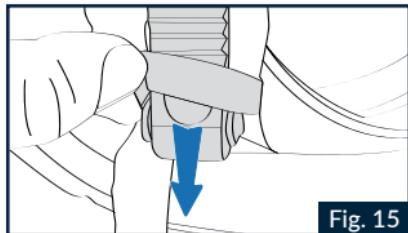

Fig. 15
1.1 Desabroche la correa de sujeción (consulte las instrucciones correspondientes) y saque la cinta de la correa de sujeción de la trabilla elástica presente en la tira de las almohadillas laterales (Fig. 15).
6.5 Introduzca la cinta de la correa de sujeción en la trabilla elástica presente en la tira de las almohadillas laterales (Fig. 15)..